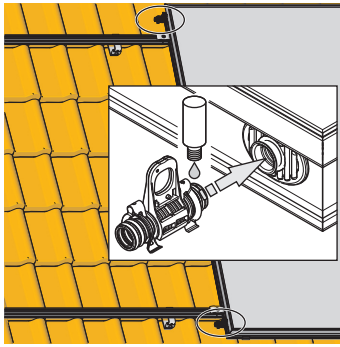

Bild 3-23 Kompensator einstecken
4. O-Ringe der Kompensatoren mit Gleitmittel schmieren (Bild 3-23).